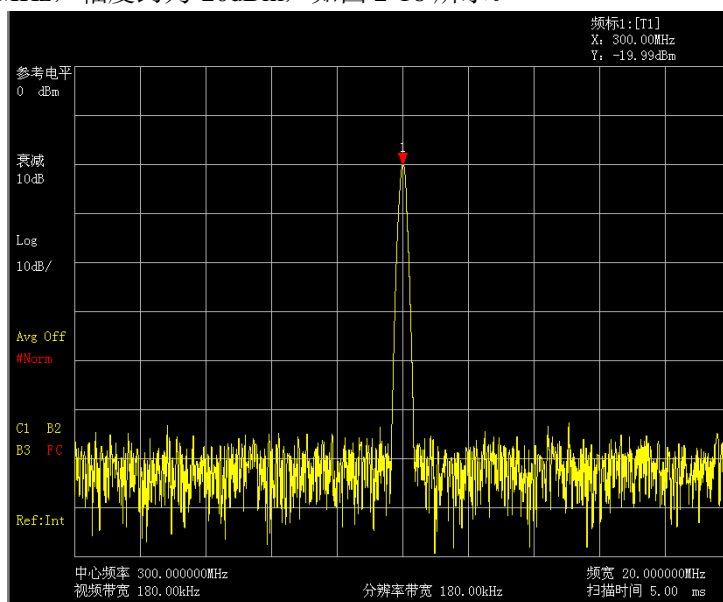

图 2-16 激活频标
1) 按【频标】，该操作激活常态频标并显示在水平坐标的中央位置（此时位于信号的峰值或其附近）。由频标可读出频率和幅度值并显示在活动功能区。此时频标读数频率为300.00MHz，幅度约为-20dBm，如图 2-16 所示。